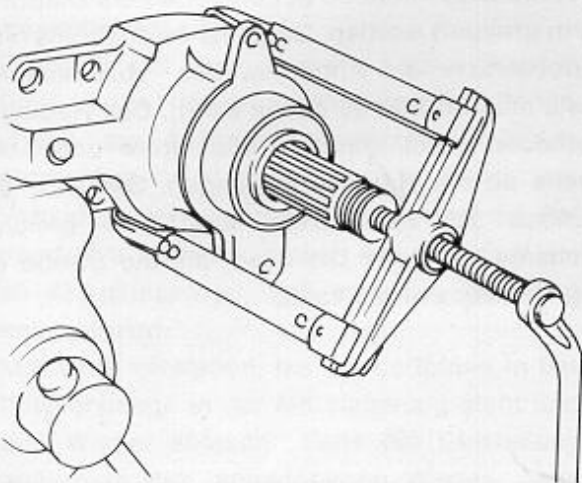

Bild 100
- Achswelle mit einem Gummihammer und einem Messungsdorn ausschlagen oder, falls sie zu fest sitzen sollte, mit einem Zweiarmsabzieher, wie in Bild 100 gezeigt, aus dem Lagergehäuse herausdrücken.